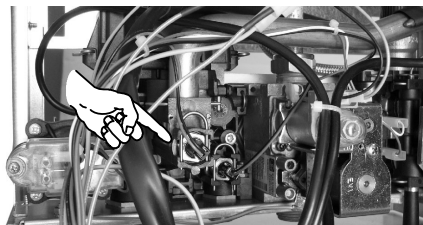
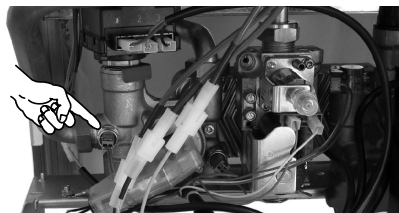

Fig. 2.7
Fig. 2.8
- 1 Электрически отсоединить пробник температуры отопления NTC (например Fig. 2.7 и Fig. 2.8).
- 4 Электрически подсоединить пробник температуры отопления NTC (например Fig. 2.7 и Fig. 2.8 ).